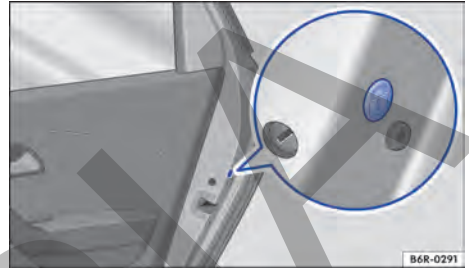

Fig. 57 En la puerta trasera: cierre de emergencia, cubierto por una junta de goma.
- Retirar el burlete de goma  en la lateral de la puerta → fig. 57.